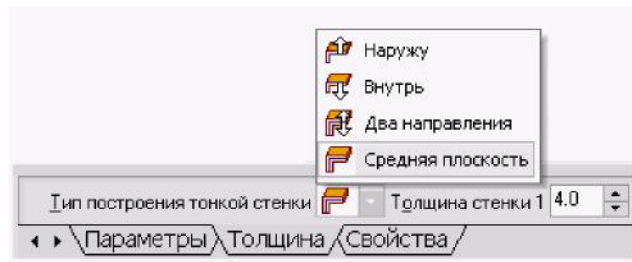

Рисунок 4.25 – Побудова тонкої стінки на вкладці
29. Для визначення товщини ребра жорсткості виберіть спосіб завдання товщини стінки зі списку «*Тип построения*» тонкої стінки на вкладці (рис. 4.25)